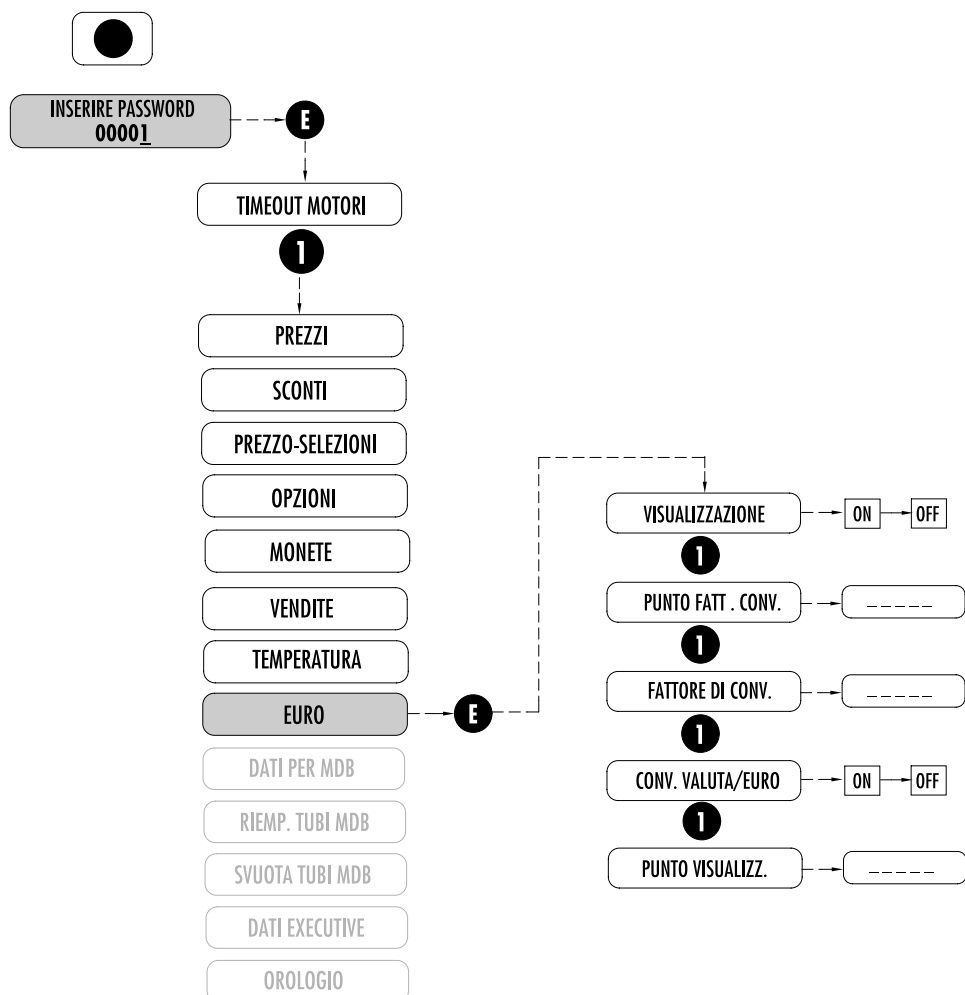

Fig. 7.13
7.2.9 OPZIONI EURO (Fig. 7.13)